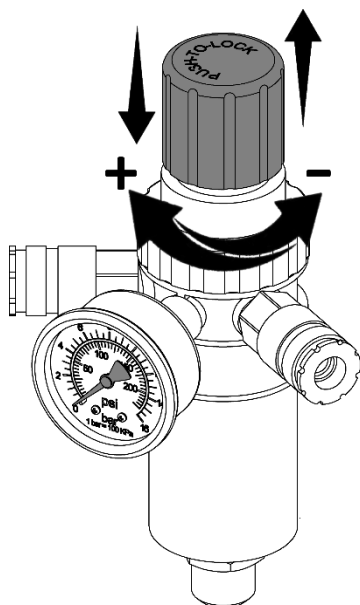

Рисунок 6 - Настройка давления на компрессоре СБ4-150.OLD20×3С
7.3.1 Настройка давления в подсоединенных исполнительных устройствах регулятором давления осуществляется следующим образом (рис. 6, 7):